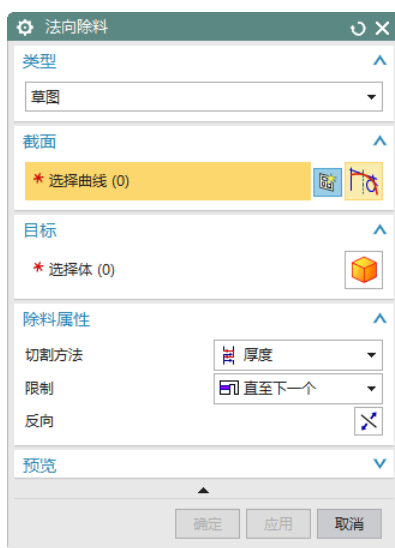

图 6-101 “法向除料”对话框
(1) 选择“菜单(M)”→“插入(S)”→“切割(T)”→“法向除料(N)”，或者单击“主页”选项卡“特征”面组上的“法向除料”按钮，打开如图 6-101 所示“法向除料”对话框。设置“切割方法”为厚度，限制为“直至下一个”。